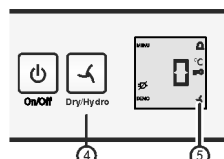

Fig. 3
- ▶ Régler **hydro** : presser la touche dry/hydro Fig. 3 (4) jusqu'à ce que le symbole  soit affiché. Relâcher la touche.
- ▷ Le symbole dry/hydro Fig. 3 (5) s'allume.
- ▶ Régler **dry** : presser la touche dry/hydro Fig. 3 (4) jusqu'à ce que le symbole  soit affiché. Relâcher la touche.